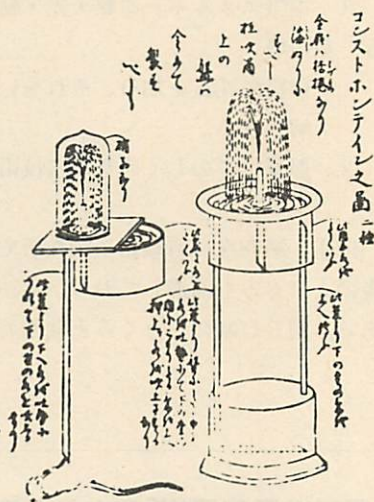

図1 「紅毛雑話」より
この自動噴水器は、森島中良 (1)「紅毛雑話」(2) (1787年、天明七年) にコンストホンティンという名で紹介されている。(図1)